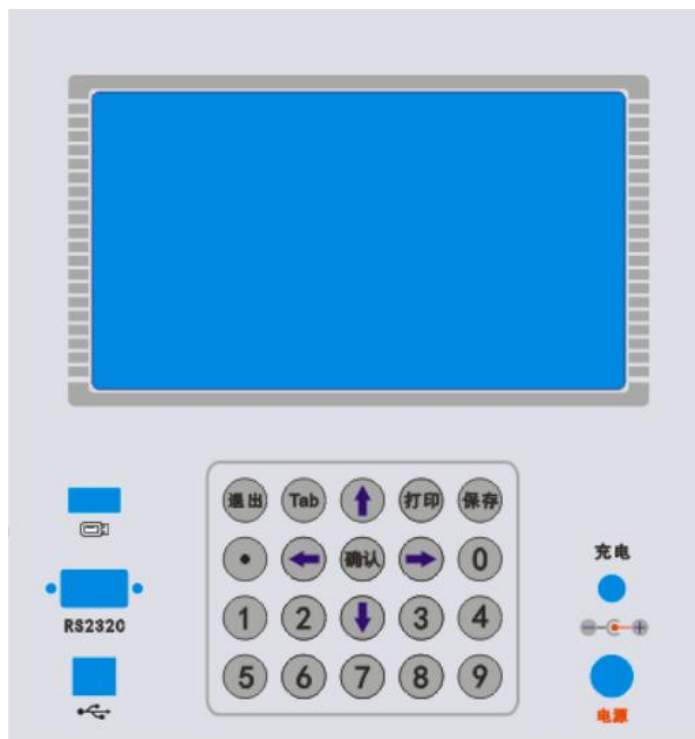

图 1
1、**面板布局：**如图 1 所示，仪器机型、包装不同，面板稍有不同。